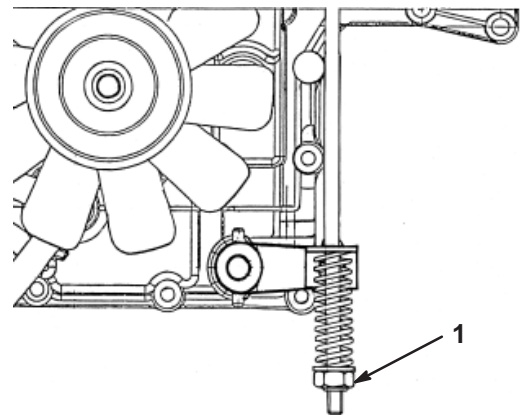

Bild 21
Die Bremse befindet sich an der rechten Seite der Hinterachse im Hinterreifen (Bild 21). Wenn der Traktor bei hoher Geschwindigkeit im höchsten Gang einen längeren Bremsweg als einen Meter hat, muss die Bremse eingestellt werden.
3. Drehen Sie für das Einstellen der Bremse die Bremseneinstellmutter im Uhrzeigersinn, bis Sie den Traktor nicht mehr schieben können (Bild 21).